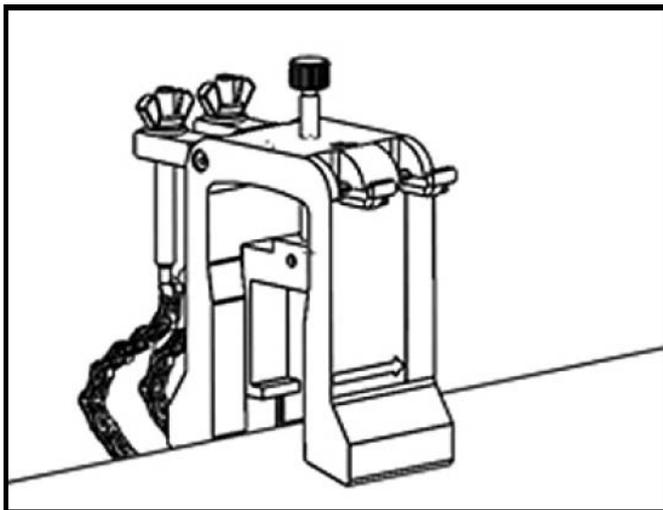

图 36: 轭架放于管子顶端
- 将轭架安放在管子的顶端（请参见下面的图 36）。如果所需的换能器间距 $< 305 \text{ mm}/12 \text{ in.}$ ，轭架链条必须放置在如下图所示的夹紧装置内。